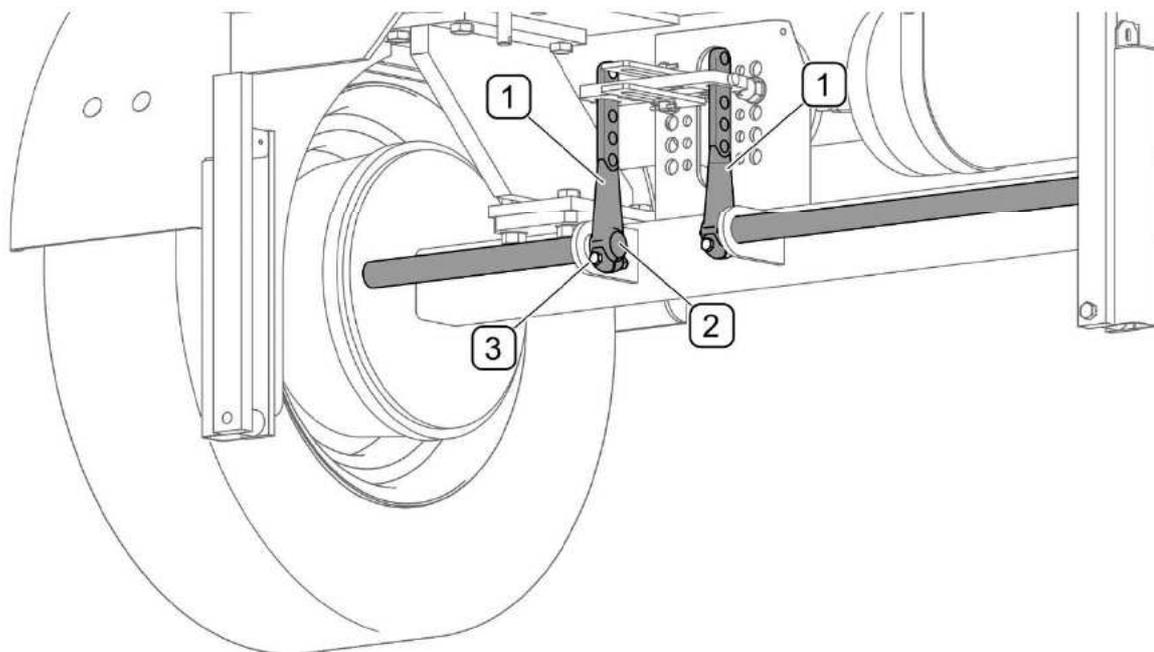

ABB. 5.25 Einstellung der Betriebsbremse
(1) Hebel des Spreiznockens, (2) Welle des Spreiznockens, (3) Klemmschraube
Die Einstellung der Bremse (ABB. 5.25) beruht auf der Änderung der Lage des Spreiznockenarms (1) gegenüber der Spreiznockenwelle (2). Zu diesem Zweck muss die Mutter der Schraube (3) gelöst und anschließend der Spreiznockenhebel (1) am Ende der Keilwelle (2) in die richtige Richtung verstellt werden, d. h.: